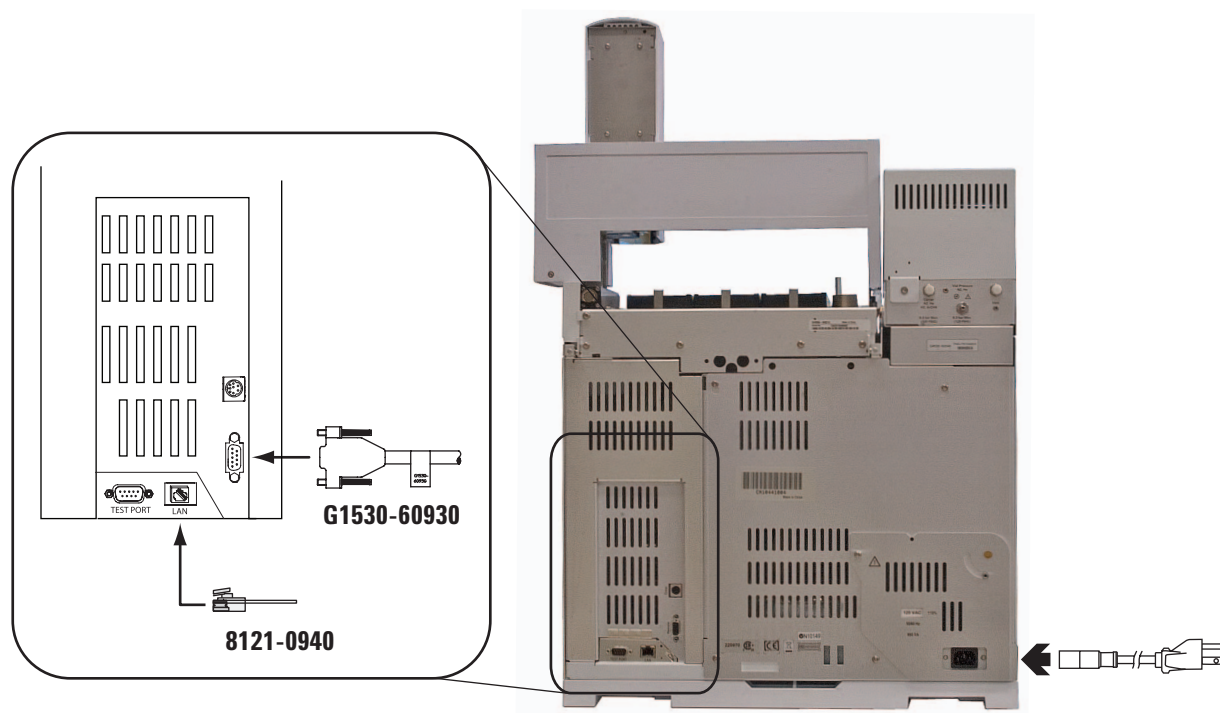
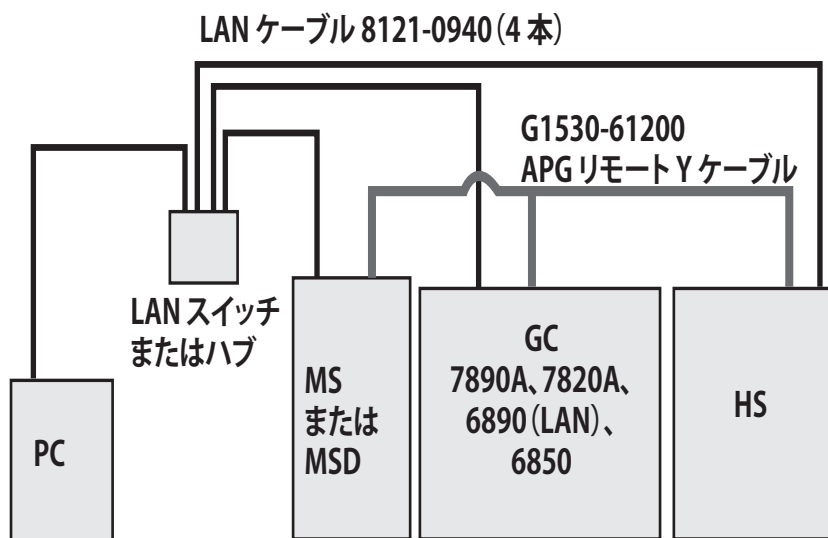

図 4 背面パネルの接続
図 7 HS-GC (LAN) -PC-MS (または MSD)
- 1 電源ケーブルを接続します。図 4 を参照してください。
- 2 LAN ケーブルを接続します。図 4 を参照してください。
- 3 APG リモートケーブルを接続します。図 4 から図 7 を参照してください。